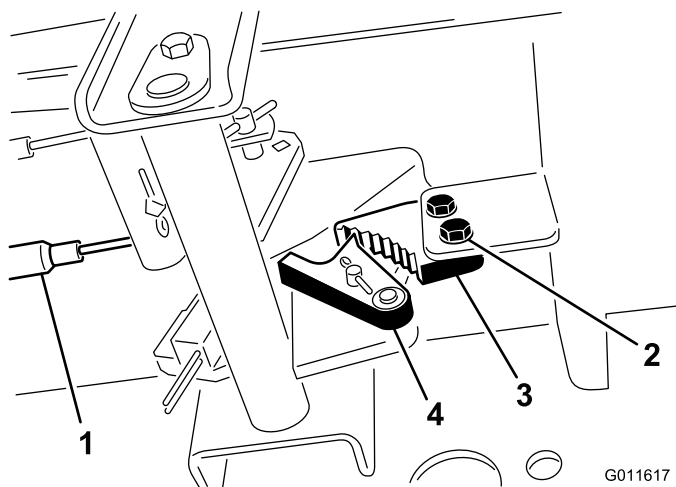

Figure 49
1. Desserrez les 2 vis qui fixent le cliquet du frein de stationnement au cadre (Figure 49).
2. Appuyez sur l'avant de la pédale du frein de stationnement jusqu'à ce que le verrou s'engage complètement sur le cliquet du frein (Figure 49).